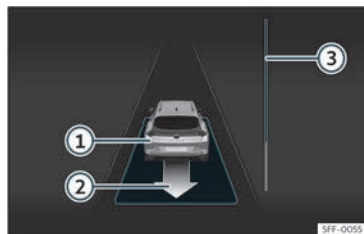

Fig. 174 Na pantalla do cadro de instrumentos: desaparcar dun espazo en liña.
• Retroceda ata que soe o sinal continuo del ParkPilot; **OU BEN**: vaia marcha atrás ata que na pantalla do cadro de instrumentos apareza a indicación de dar marcha adiante. A barra de progreso >>> **fig. 174 ③** indica a distancia a percorrer >>> páx. 279.